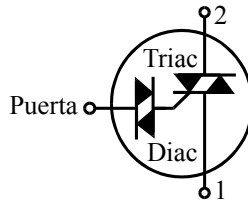

Fig.10.- Esquema de un Quadracs.
- Dispositivo formado por un diac que dispara a un triac. Posee tres terminales, dos de potencia del triac y un extremo del diac como puerta del Quadracs (Fig. 10).